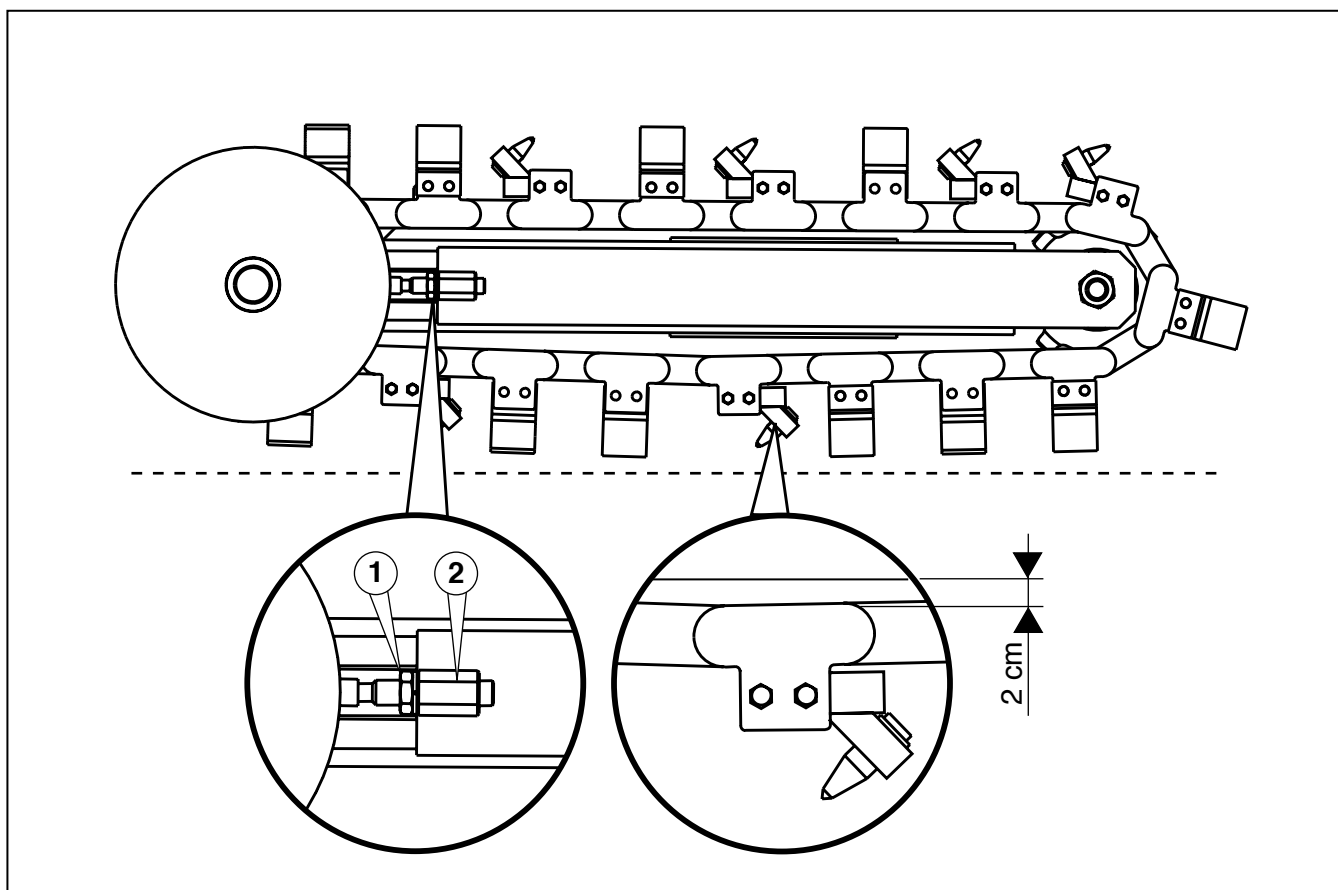

Fig. 11 - Catenaria
- Allentare il dado (1 Fig. 11) di alcuni giri.
- Allentare la vite (2 Fig. 11) fino alla tensione della catena voluta.
- Riavvitare il dado (1 Fig. 11) fino a bloccarlo.
- Avvitare la vite (2 Fig. 11) fino alla tensione della catena voluta.